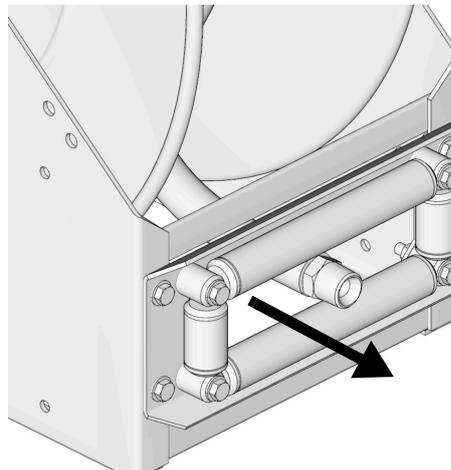

ABB. 16
- Das Schlauchende durch die Schlauchrollen (ABB. 16) führen.